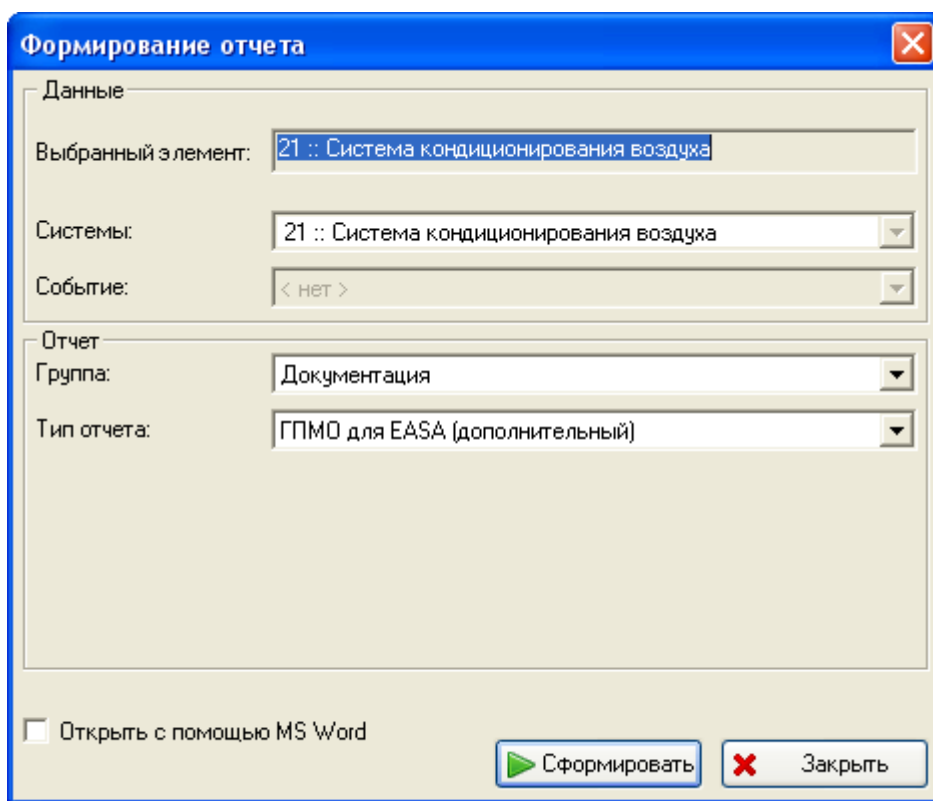

Рис. 11-15
3. В появившемся окне **Формирование отчета** в поле **Тип отчета** из выпадающего списка выберите отчет, который нужно сформировать (рис. 11-15).